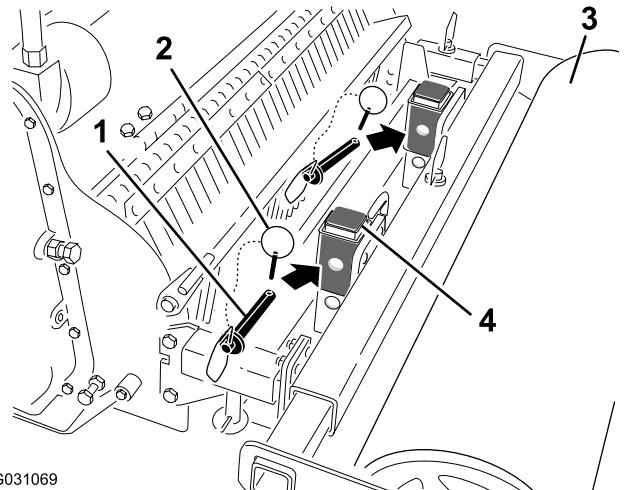

Bild 7
3. Entfernen Sie die Dorne von den Befestigungsstreben des Planierschildes (**Bild 7**).